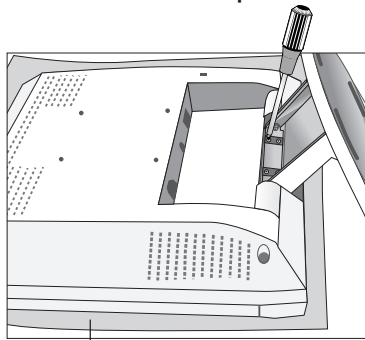

Figure R.2
3. Retirez 4 les vis reliant l'écran au stand et ascenseur off le stand assembly (Figure R.2). L'écran est le montage maintenant ready for dans une manière alternative.